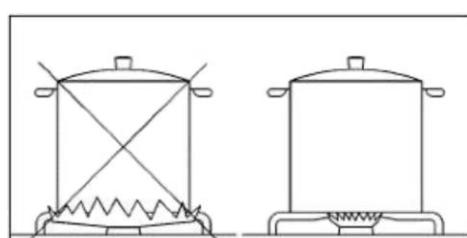

Рисунок 3
**Предупреждение:** как только жидкость начинает кипеть, уменьшите пламя таким образом, чтобы оно удерживало жидкость на грани кипения. Если ручки управления становятся все труднее поворачивать, обратитесь в ближайший сервисный центр (см. Рисунок 3\*).